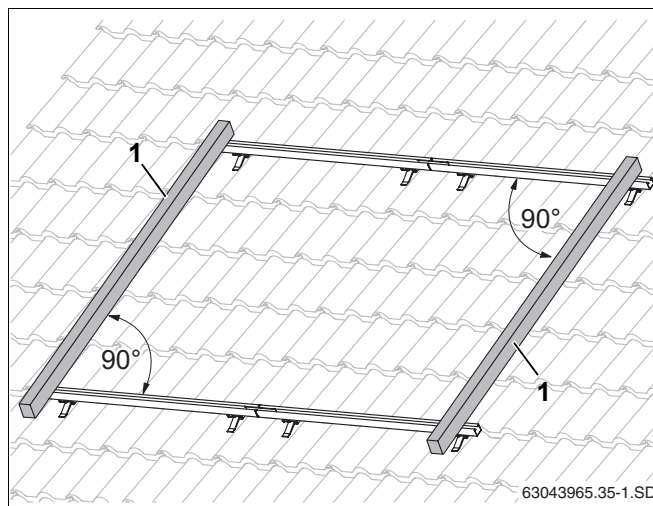

Fig. 33 Orientarea șinelor profilate
- Orientați șinele profilate inferioare și superioare din partea laterală la aceeași distanță (Fig. 33, folosiți cumpăna).
Măsurați diagonalele sau poziționați de ex. o scândură (Fig. 33, **Poz. 1**) la capătul șinelor profilate. Unghiul între șipcă și șina profilată trebuie să fie de 90°. Orientați șinele profilate prin intermediul găurilor alungite.